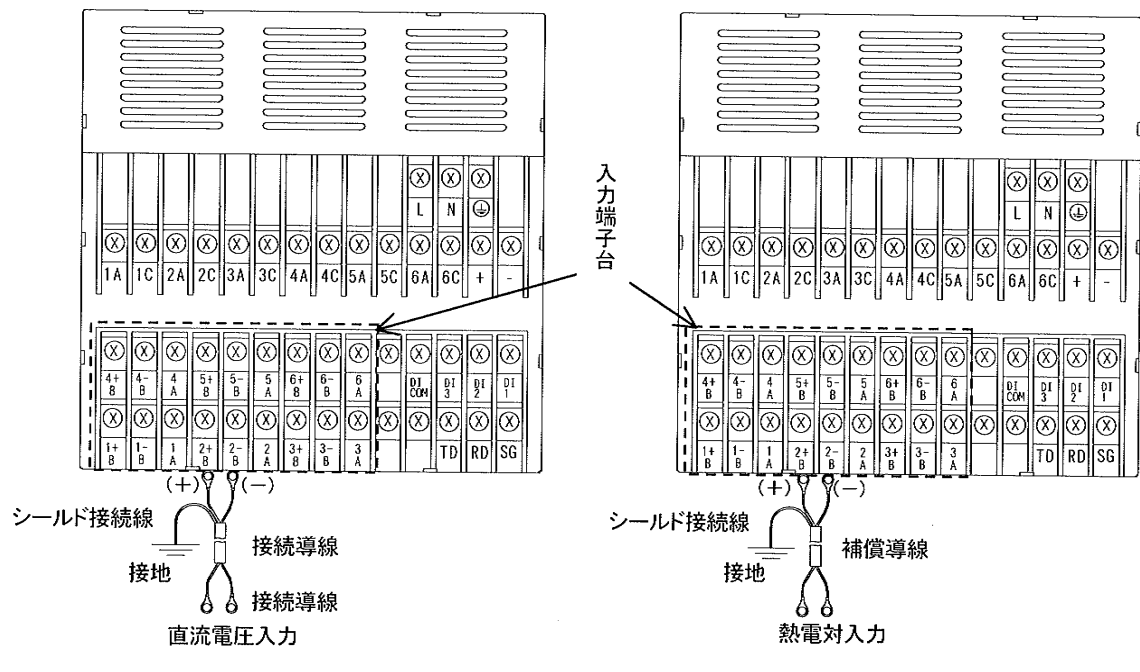
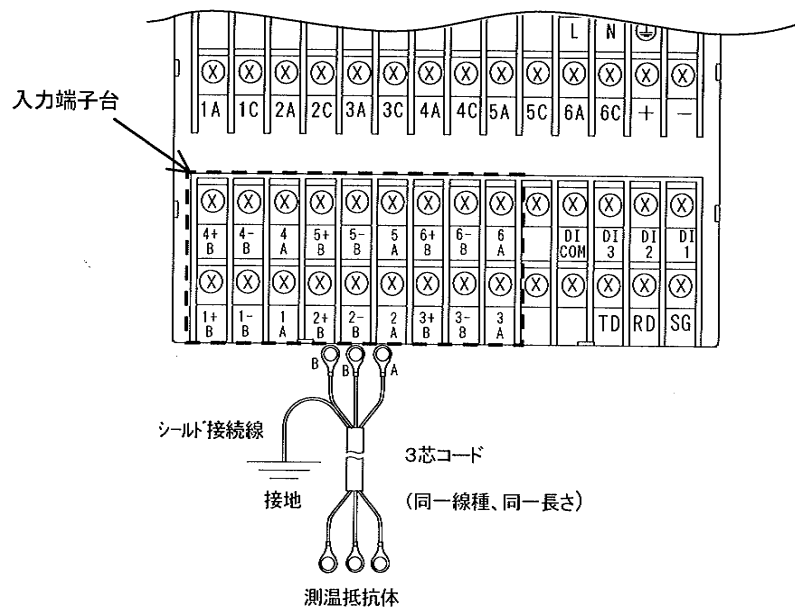
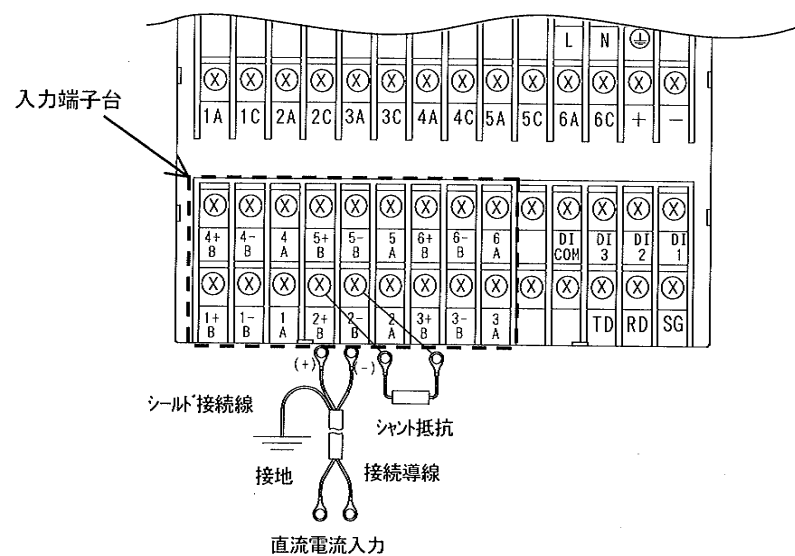

図 4.3 入力の配線(mV、V入力、熱電対入力の場合)
図 4.4 入力配線 (測温抵抗体入力の場合)
図 4.5 入力配線 (mA入力の場合)
- 2) 図 4.3(17 頁)、図 4.4、図 4.5(18 頁)の配線例に従い入力を配線します。